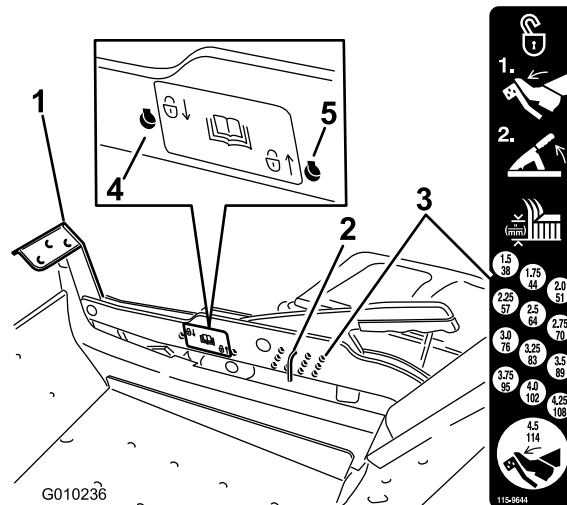

Figure 25
1. Appuyez sur la pédale de relevage du plateau de coupe avec le pied et relevez le plateau en position de transport (qui est aussi la position de hauteur de coupe de 114 mm) (Figure 25).
2. Pour changer de hauteur de coupe, retirez l'axe du support de hauteur de coupe (Figure 25).
3. Placez l'axe dans le trou du système de hauteur de coupe correspondant à la hauteur de coupe voulue (Figure 25).
2. Retirez l'axe du support de hauteur de coupe (Figure 25).
3. Sélectionnez un trou sur l'autocollant de verrouillage et insérez l'axe (Figure 25).